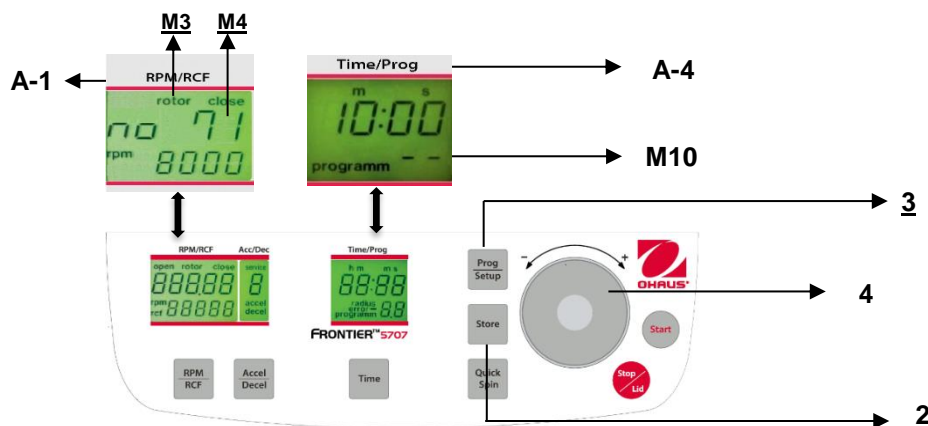

Figura. 23
Para recuperar programas almacenados, presione el botón **"Prog/Setup"** (3) (vea la Figura 23) mientras la tapa está cerrada. En la pantalla **"Time/Prog"** (A-4) aparece **"programm -"**(M10). El número de programa deseado puede preseleccionarse con el dial de ajuste (4).
Para salir del modo de programa, solo presione el botón **"Prog/Setup"** (3) (vea la Figura 23). Entonces, dentro de la pantalla **"Time/Prog"** (A-4) aparece la palabra **"programm"** (M10).